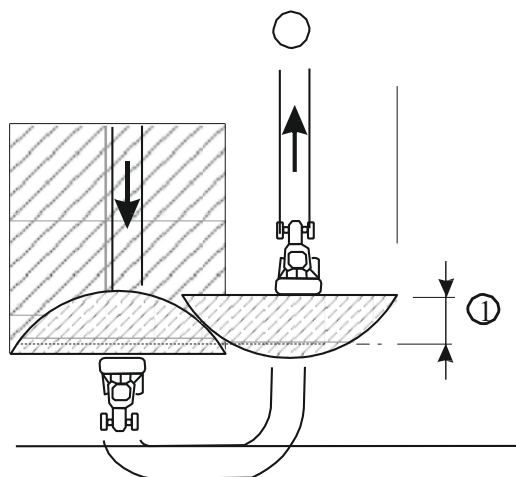

Рис. 2. Схема работы разбрасывателем.
- во время рабочего прохода следует держать постоянную скорость агрегата и постоянные обороты карданного вала (540 об/мин); обращать внимание на то, чтобы последующие проходы выполнялись на тех же расстояниях, предусмотренных рабочей шириной разбрасывателя (рис. 2) и перекрытием полос разбрасывания,